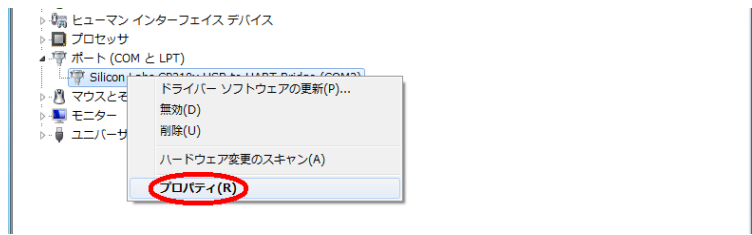

Fig. 3: デバイスマネージャの選択
2. 正常にインストールされていない場合は黄色い三角形に“!”のマークがついている状態となっているはずである。その場所を右クリックで“プロパティ”を開く (Fig. 3)。